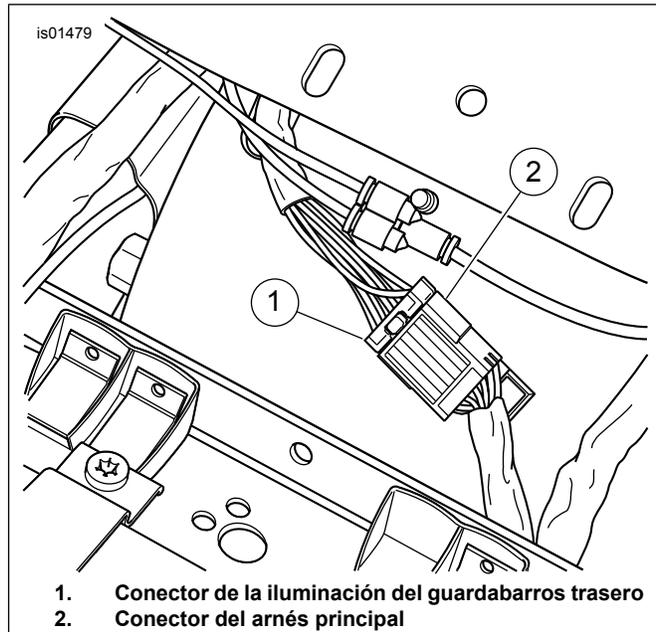

Figura 1. Conector típico de la iluminación del guardabarros trasero (se muestra el FLHTC)
1. Vea Figura 1. Localice el arnés de cableado trasero que sale del guardabarros trasero en el área debajo del asiento. Desconecte el conector del cableado del guardabarros trasero (1) del conector del arnés principal (2).